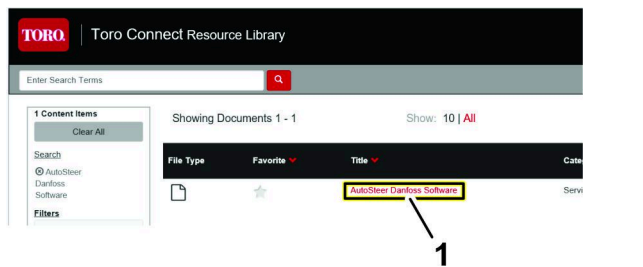

Bild 16
4. Doppelklicken Sie in der Liste der angezeigten Dokumente auf den Hyperlink AutoSteer Danfoss Software (Bild 16).